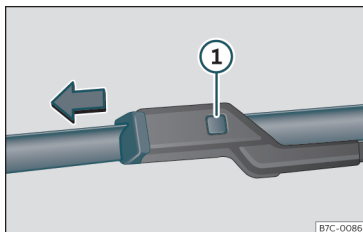

Fig. 45 Cambio de las escobillas del limpiaparabrisas.
- Mantenga presionada la tecla de desbloqueo » fig. 45 ① tirando ligeramente de la escobilla en el sentido de la flecha.